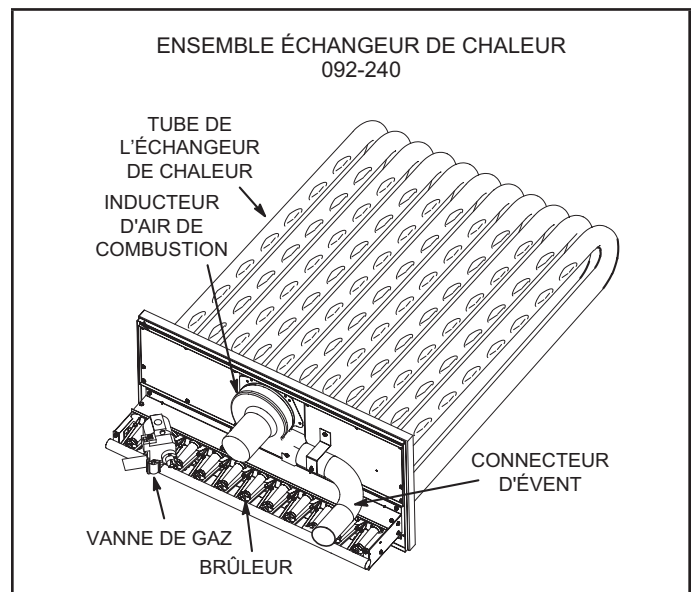

FIGURE 49
- 3 - Retirez et conservez les vis fixant l'inducteur d'air de combustion sur la boîte à feu. Retirez le connecteur d'évent. Voir la FIGURE 41 pour les unités 036 et 060 et la FIGURE 49 pour les unités 092-240.